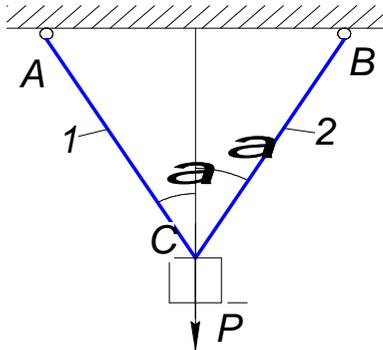

Рис.2.12
2.24. Груз  $P$  подвешен на двух стержнях, как показано на рис. 2.12. Угол  $= 30$  град. Стержень AC – стальной, круглого поперечного сечения, диаметром  $30 \text{ мм}$ , с допустимым напряжением для материала  $[\sigma] = 160 \text{ МПа}$ . Стержень CB – алюминиевый, диаметром  $40 \text{ мм}$  и с  $[\sigma] = 60 \text{ МПа}$ . Какой наибольший груз  $P$  можно подвесить на этих стержнях?